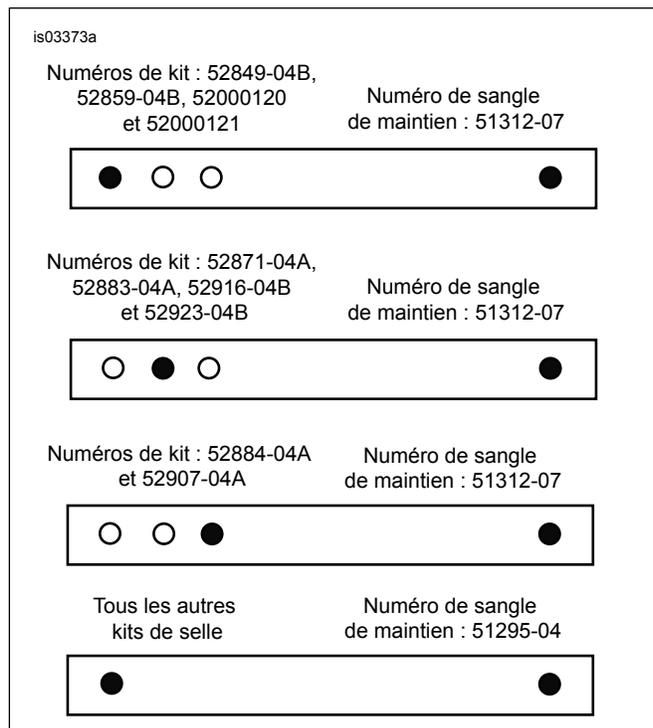
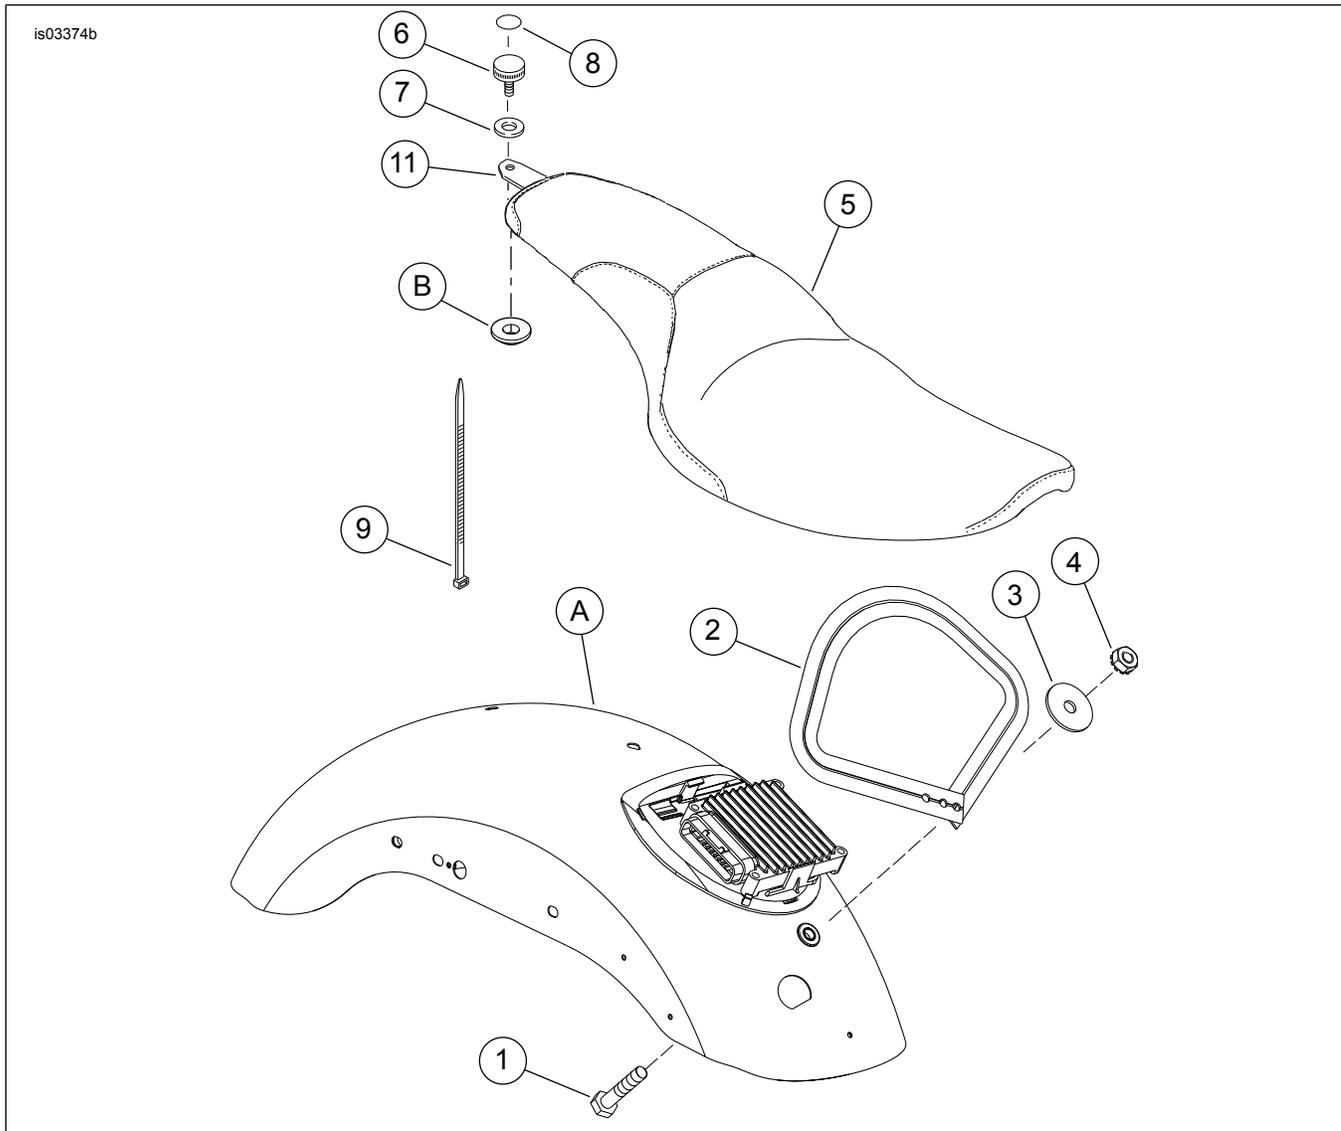

Figure 6. Installation de la sangle de maintien
Figure 7. Pièces détachées : Kits de selle personnalisée biplace XL
Voir la Figure 7 et le Tableau 3 pour la liste des pièces détachées.
1. Voir Figure 7. Introduire la vis (1) dans le trou de garde-boue avant à partir de l'intérieur du garde-boue.
3. Voir Figure 6. Monter la sangle de maintien (Figure 7, élément 2) sur la vis en utilisant les trous correspondants au kit de la selle à installer.
4. Voir Figure 7. Installer la rondelle (3) et l'écrou hexagonal (4) sur la vis (1). Serrer à un couple de 4,1 à 6,8 N·m (36 à 60 lb·po).
1. Voir Figure 7. Glisser l'arrière de la selle (5) à travers la sangle de maintien (2).